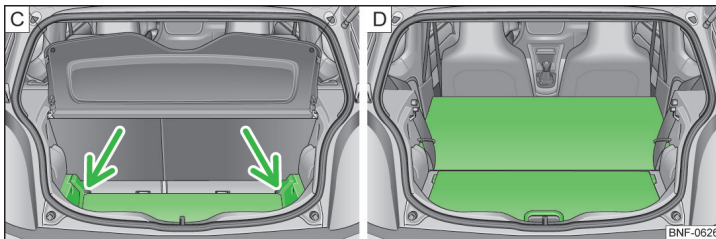

Fig. 72 Udvidelse af bagagerum: Nedad / Fremad
- Løft bundpladen, og skub den ind i noterne » Fig. 72 - **C**.